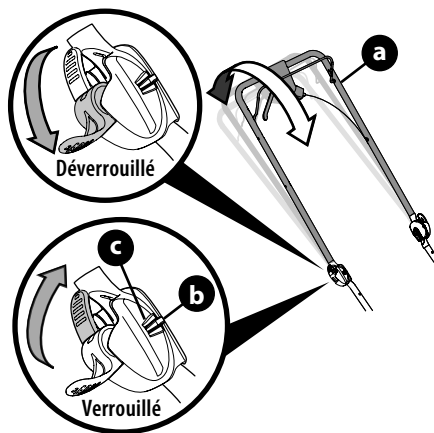

Figure 19
1. Abaissez les deux loquets pour les déverrouiller. Voir l'encadré Figure 19.
3. Relevez les deux loquets pour les verrouiller. Voir l'encadré Figure 19.